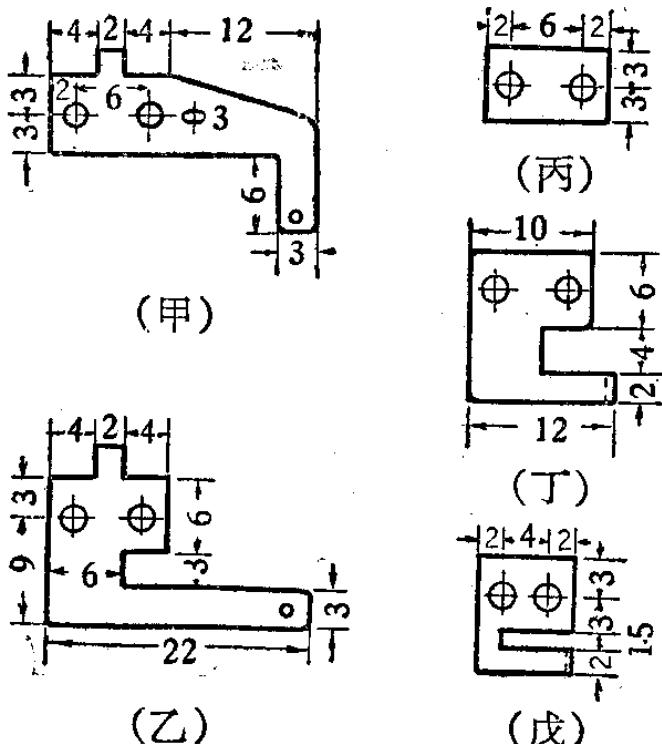

图 9-33
5. 簧片組：整个簧片組由动簧片、靜簧片、絕緣片等組成，如图9-33。图中(甲)是靜簧片，要做两片，(乙)是动簧片，只要一片，它們都是用弹性較好的薄磷銅皮做的，每个簧片上都要用一小段銀絲做一个接点。这三个簧片装上底座时，不但要与底座絕緣，并且互相之間也要絕緣，因此要用胶木板或层压板，按照(丙)的尺寸做四块絕緣片，其中两块